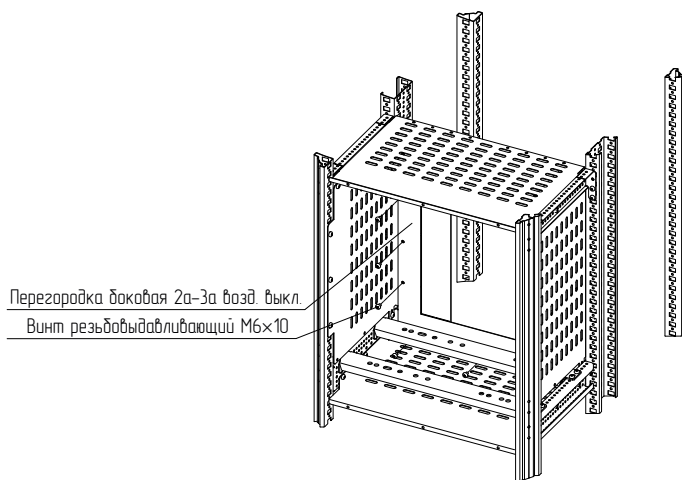

Рисунок 6
4.1.7 Закрепить перегородку заднюю 2а – 3а выкатной ARMAT (далее – перегородка задняя) на перегородках горизонтальных, перегородках боковых винтами М6х10 (рисунок 6). Момент затяжки – 7 Н·м.